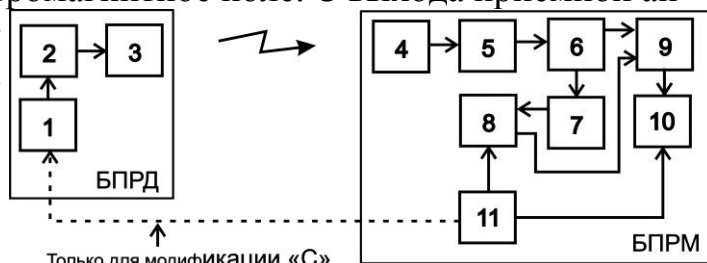

Рис. 6.5
6.2.1 Управляемый генератор 1 (см. рис. 6.5) вырабатывает импульсную последовательность определенной скважности. Под действием импульсов с генератора 1, модулятор 2 формирует последовательность СВЧ-радиоимпульсов, которые поступают на передающую антенну 3. Передающая антенна 3 излучает СВЧ-радиоимпульсы в направлении приемной антенны 4. Образовавшееся между передающей 3 и приемной 4 антеннами электромагнитное поле является источником полезных сигналов для обнаружения объектов, пересекающих электромагнитное поле. С выхода приемной антенны СВЧ-радиоимпульсы поступают